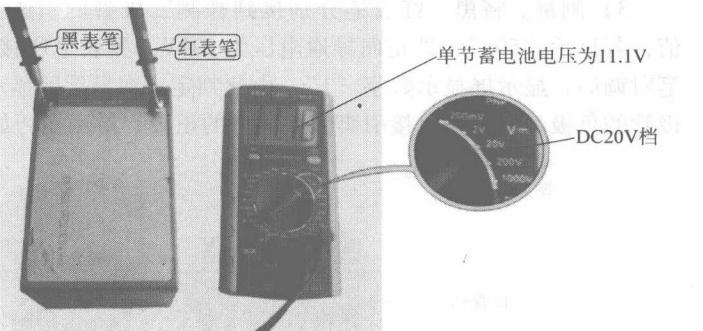

图 1-5 直流电压的检测技巧
4) 测量。检测技巧如图 1-5 所示，将红表笔接电源正极或高电位端，黑表笔接电源负极或低电位端，使表笔与被测电路接触点接触稳定，其电压数值可以在显示屏上直接读出。若显示屏显示 11.1，则表明所测电压为 11.1V。若显示屏显示“1”，则表明量程较小，应适当增大量程再进行检查。若数值左侧出现“-”，则表明表笔极性与电源极性相反，此时黑表笔所接的是电源的负极。